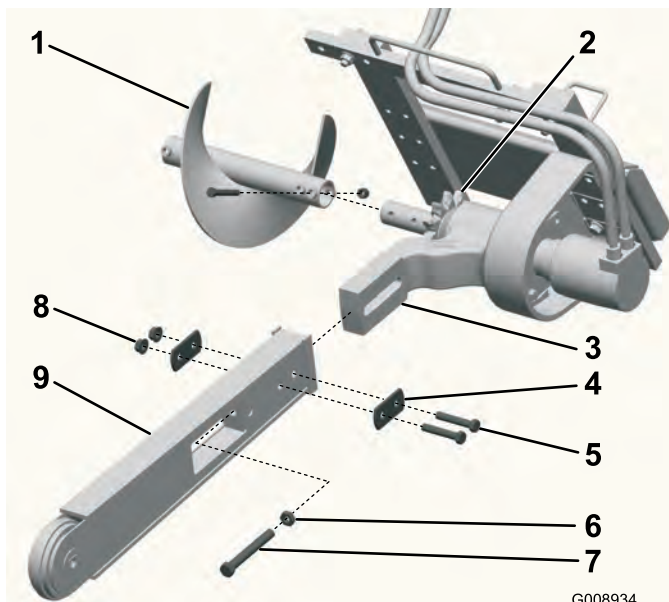

Bild 3
3. Entfernen Sie die Schraube und die Mutter, mit der die Schuttschnecke befestigt ist, und nehmen Sie die Schnecke ab (Bild 3). Heben Sie die Schraube und Mutter zur späteren Wiederverwendung sicher auf.
5. Lösen Sie die Einstellschraube und Klemmmutter (Bild 3).
4. Nehmen Sie die beiden Schrauben, Muttern und die doppelten Scheiben von der Seite des Auslegers ab (Bild 3).